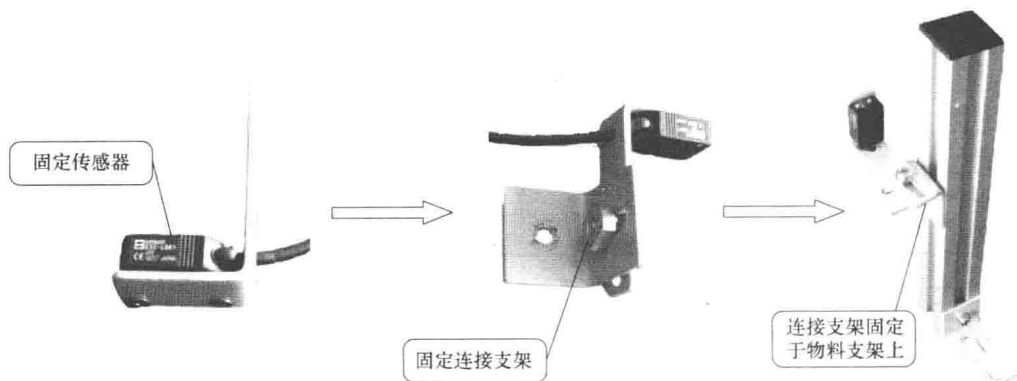

图 1-11 物料检测光电传感器的安装过程
3) 安装传感器。如图 1-11 所示, 将物料检测传感器固定在物料支架上, 固定时应用力均匀, 紧固程度适中, 防止因用力过猛而损坏传感器。